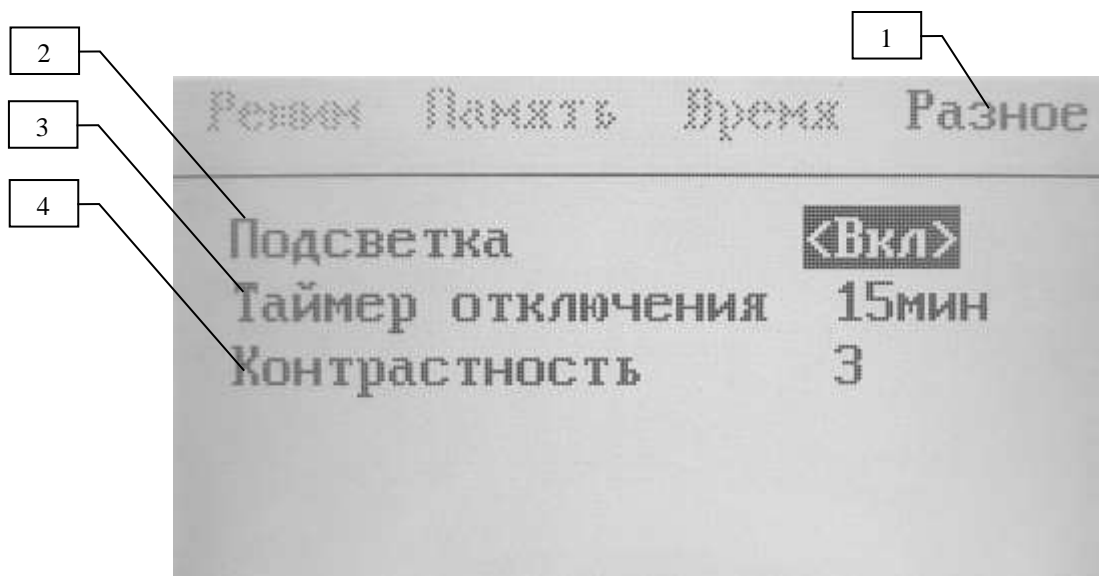

Рис.8
4.5.4. Вид подменю «Разное» показан на Рис. 8.